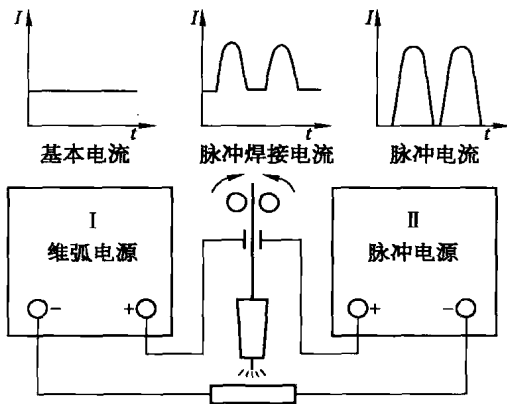

图 1-4 脉冲氩弧焊电源示意图
3) 钨极脉冲氩弧焊 如果在熔化极氩弧焊(MIG)或非熔化极氩弧焊(TIG)电源中加入脉冲装置,使焊接电流有规则的变化,即获得脉冲电流,用脉冲电流进行氩弧焊时称为钨极脉冲氩弧焊,通常用来焊接较薄的焊件。脉冲氩弧焊电源示意图如图1-4所示。